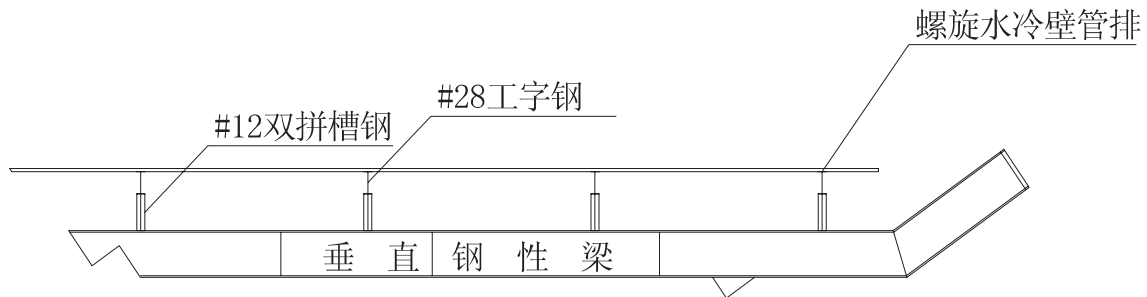

图2
3.2.2 刚性梁全部拼装完成后(包括水平刚性梁及垂直刚性梁),在垂直刚性梁上每间隔3m布置一根双拼#12槽钢,方向与垂直刚性梁上平面垂直,槽钢与刚性梁焊接连接;槽钢上方搁置一根#28工字钢,与垂直刚性梁垂直。(如图2所示)